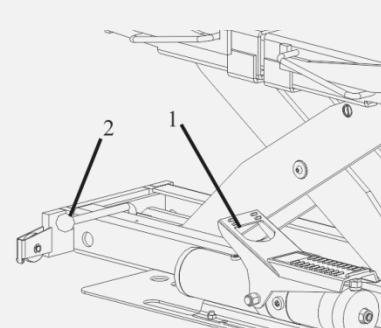

Рисунок 39
1. Без нагрузки выжмите педаль (1/рисунок 39) насоса, чтобы поднять траверсу на весь ход штока, для проверки работоспособности.
2. Проверьте защелки безопасности, подняв траверсу до первой безопасной позиции (высота около 444 мм) и потом, подняв траверсу, высвободите защелки безопасности и в то же время поверните рычаг безопасности (2/рисунок 39).
3. Проверьте защелки безопасности, подняв траверсу до второй безопасной позиции (высота около 351 мм) и потом, подняв траверсу, высвободите защелки безопасности и в то же время поверните рычаг безопасности (2/рисунок 39).